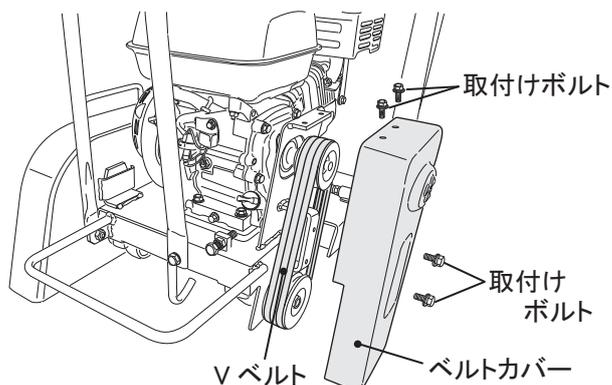

図 4
取付けボルトを4本を外します。ベルトカバーを外してVベルトの損傷及び緩みを点検してください。張り具合は両軸の中間部を指で強く押しします。Vベルトが5~10mm位たわむように張ってあれば正常です。(図4)
- ボルト4本を取り、ベルトカバーを外します。(図4)